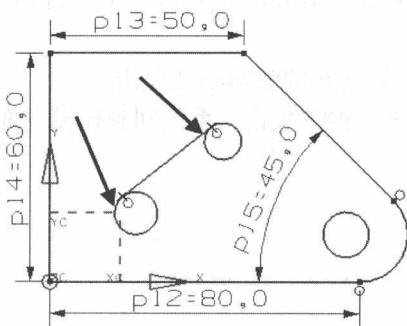
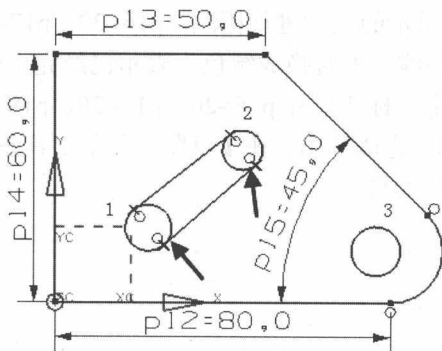

图 1-10 绘制一条公切线
图 1-11 绘制另一条公切线
(6) 在【草图工具】工具条中选择（直线）按钮，在捕捉点工具条中选择（点在曲线上）按钮，然后选择两段圆弧，按照图 1-10 绘制一条公切线；同样选择另一侧圆弧，绘制另一条公切线，如图 1-11 所示。